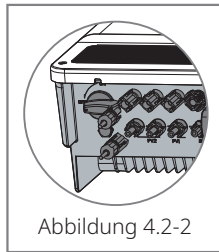

Abbildung 4.2-2
- **PV-Eingangsanschluss:** Bestätigen Sie die Verbindung zwischen ET und PV-Paneeelen: Polaritäten (+/-) nicht verkehrt herum, beziehen Sie sich auf Abbildung 4.2-2.